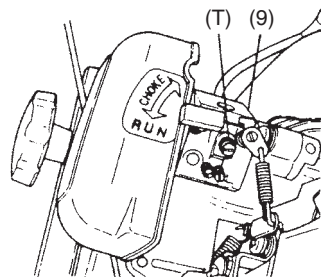

Рис. 6
5. Регулировка карбюратора (Fig. 6)